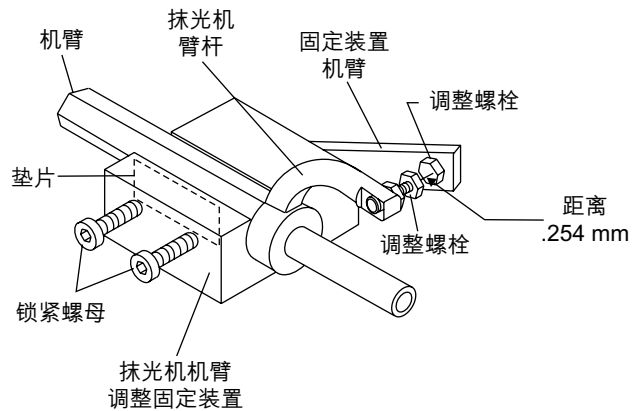

图55. 抹光机机臂调整固定装置
3. 然后，当机臂的一个平头六角部件固定在检验平台后，检查圆轴与检验平台之间的间隙。将机臂转动到每个平头六角部件上，并检查圆轴的间隙。使用长度为0.127mm的塞尺（图55）。每个部件在抹光机机臂轴四周与检验平台之间应具有相同的间隙。
1. 拧开调整固定装置的锁紧螺栓，并将抹光机机臂（附杠杆）放置于固定装置通道内，如图55所示。
5. 调整螺栓距离，使其与其中一个机臂吻合，如图55所示。其它机臂将调整到相同的位置。